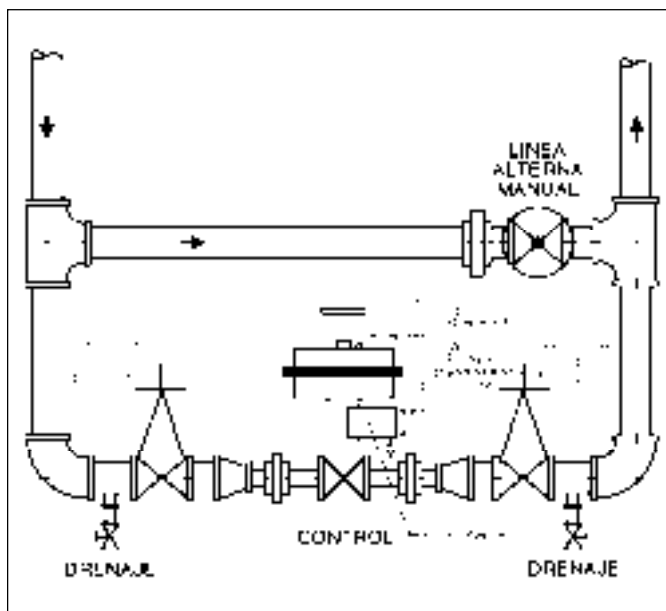

Figura 1: Estación Típica para Válvula de Control
1. Se recomienda que la válvula de control sea instalada con doble válvula de bloqueo y línea alterna como se indica en la Figura 1. Este montaje es necesario para cuando se realice el mantenimiento a el cuerpo de la válvula. La válvula debe ser desmontada de la red de tubería cuando se requiere de tener acceso a los componentes internos.